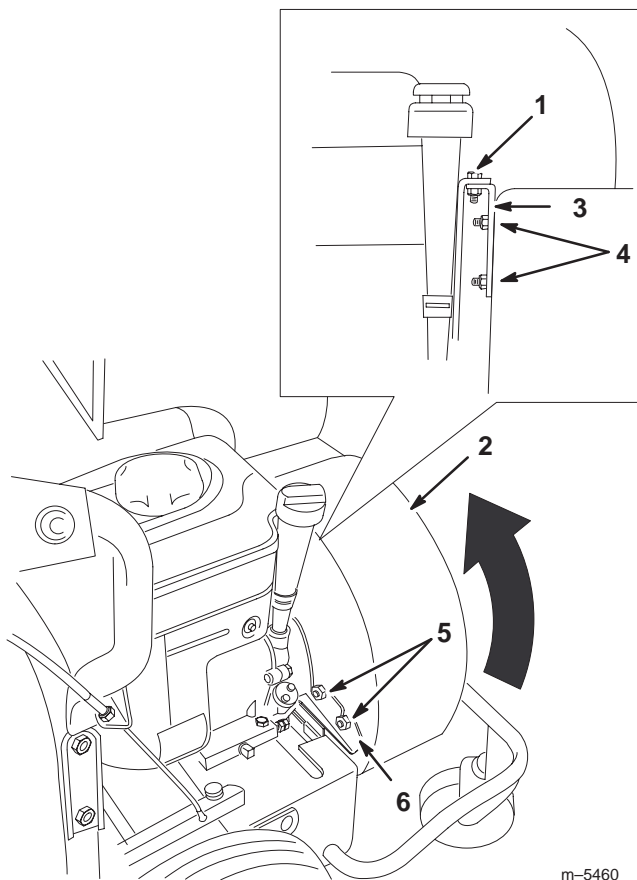

Bild 16
6. Entfernen Sie die Schraube, mit der das Gebläsegehäuse am Motorbügel abgesichert wird (Bild 16).
7. Entfernen Sie die zwei Sicherungsmuttern, mit denen das Gehäuse am Motorbügel abgesichert wird und entfernen den Bügel (Bild 16).
9. Entfernen Sie die zwei Sicherungsmuttern, mit der das Gebläsegehäuse am Stabilisatorbügel abgesichert wird (Bild 16).